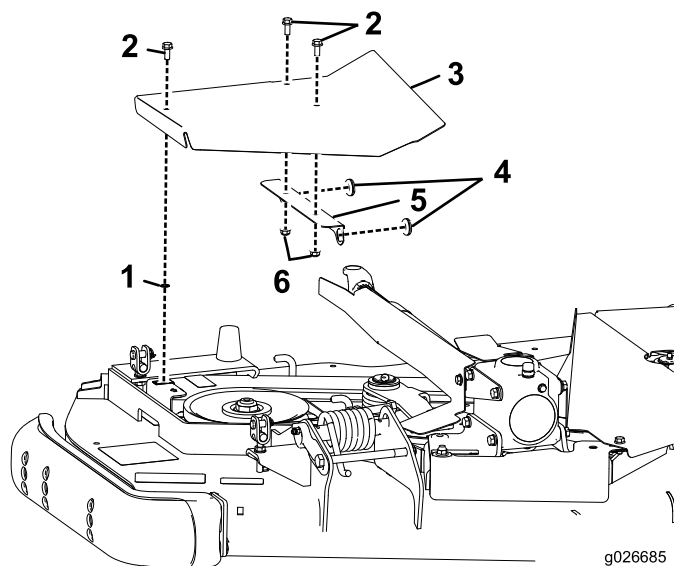

Figura 11
1. Introduzca un anillo de goma en cada uno de los 2 taladros del soporte de la cubierta (Figura 11).
2. Monte el soporte de la cubierta en la cubierta derecha de la carcasa con 2 tornillos de cabeza hexagonal con arandela prensada y tuercas con arandela prensada (Figura 11).
3. Instale el tornillo de cabeza hexagonal con arandela prensada y la tuerca rápida en la cubierta (Figura 11).
5. Sujete la cubierta a la tuerca de retención existente de la carcasa con el tornillo de cabeza hexagonal con arandela prensada que instaló anteriormente (Figura 11).